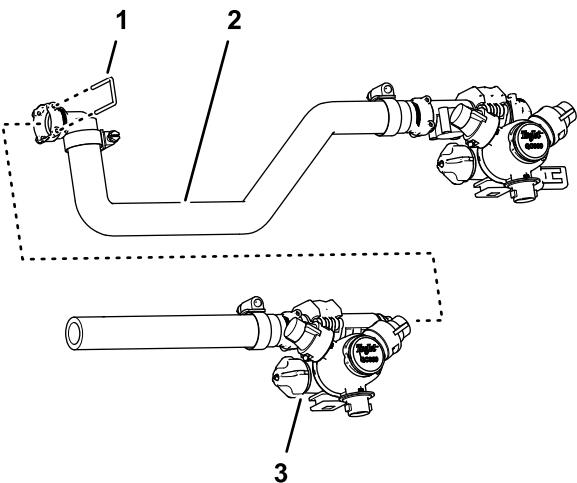

Figure 103
7. Assemblez le débitmètre et les tourelles de buses C3 et C4 à l'aide de l'étrier du raccord rapide, comme montré à la Figure 103.